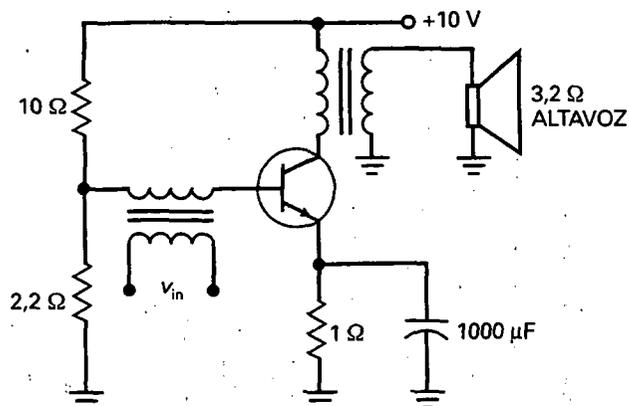

Figura 11-28
- 11-21. Si $V_{BE} = 0,7 \text{ V}$ en la Figura 11-28, ¿cuál es la corriente continua en el emisor?
- 11-22. El altavoz de la Figura 11-28 es equivalente a una resistencia de carga de $3,2 \Omega$. Si la tensión a través del altavoz es de 5 V pp , ¿cuál es la potencia de salida? ¿Cuál es el rendimiento?